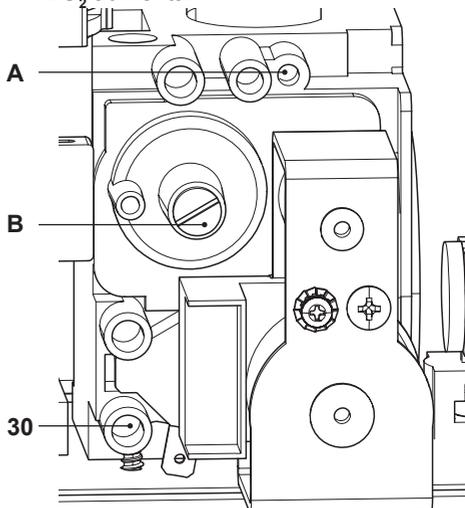

Figura 7.5
- A caldaia spenta (fuori servizio), controllare la pressione di alimentazione utilizzando la presa 30 in Figura 7.5 e confrontare il valore letto con quelli riportati nella tabella Pressioni di alimentazione gas nella sezione "Dati tecnici" pag. 24.
- Richiudere bene la presa di pressione 30 in Figura 7.5.
stante Figura 7.5, girando in senso orario il **CO2** aumenta.
- Se i due dati non coincidono agire sulla vite regolazione massimo RQ (A in Figura 7.5) della valvola gas e tarare il  $\text{CO}_2$  allo stesso valore riportato nella sezione "Dati tecnici" in tabella "Dati in sanitario" pag. 24 (modello **M260.2025 SM/M**) e pag. 28 (modello **M260.3035 SM/M**). Girando in senso orario il  $\text{CO}_2$  diminuisce.